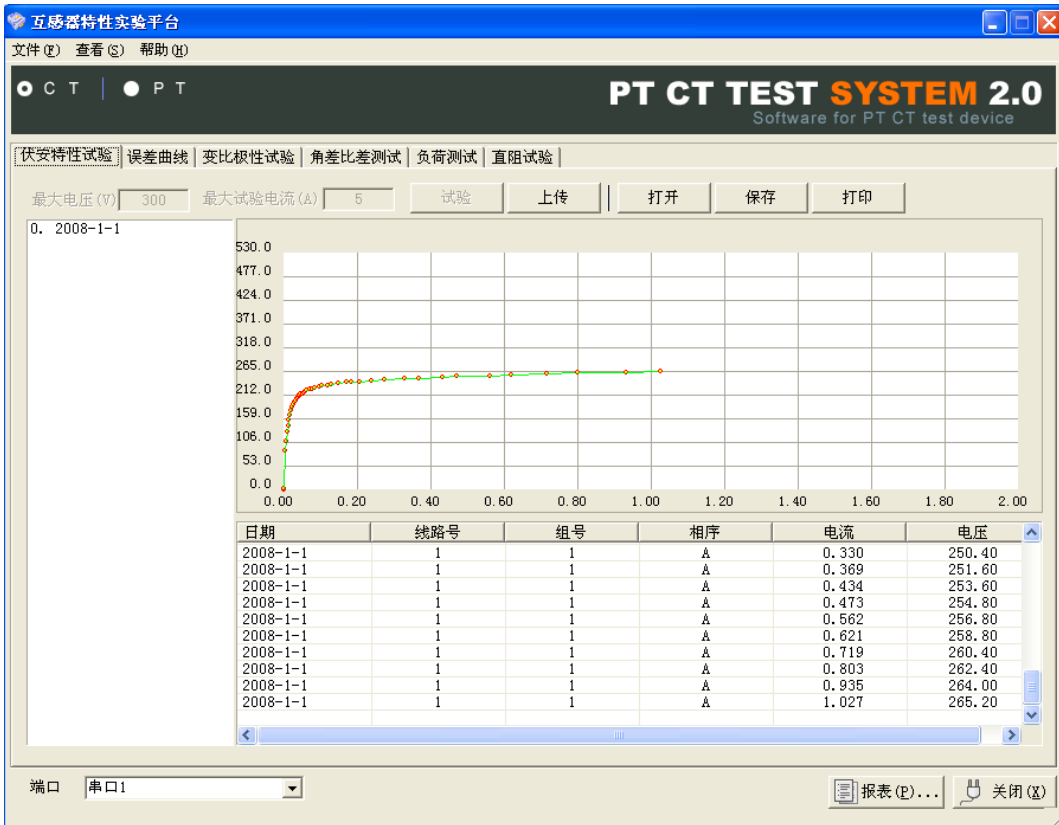

图 25
- 8.5、查看伏安测试结果, 选择“打开”并选择对象, 如图 25 为伏安特性试验曲线和数据, 选择“打印”则以报表的形式显示结果, 方便打印。点击“保存”并选择目录后, 可以将此测试结果以网页格式存入电脑, 方便以后查询(用 IE 浏览器即可查看)。